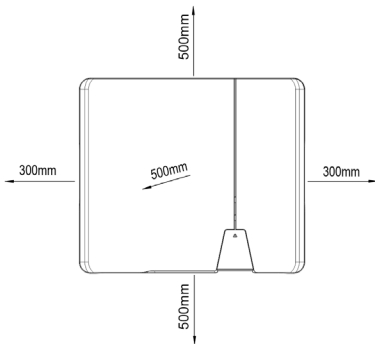

Fig. 3.1: Apparat ved installasjon utendørs
**MERK! Minsteavstandene mellom to apparater eller apparatet og taket eller gulvet er tatt hensyn til på tegningen, fig. 3.1.**